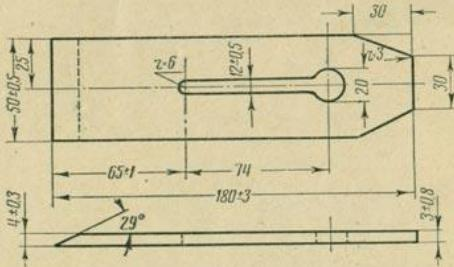

Рис. 11. Железка рубанка
7. Разметить заготовку железки двойного рубанка (рис. 11) без скоса и закруглений.